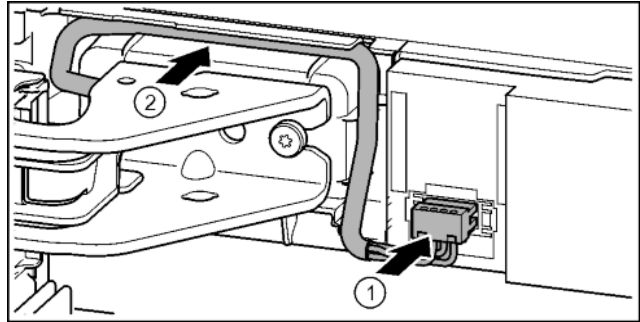

Fig. 35
- ▶ Stecker über oberen Lagerbock einrasten und Kabellitzen vorsichtig in Kanal legen. *Fig. 35 (1)*
- ▶ Graues Kabel vorsichtig in der Führung über dem oberen Lagerbock verlegen. *Fig. 35 (2)*